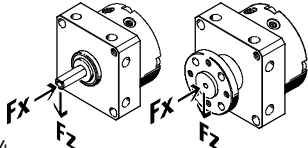

Fig. 4
- Убедитесь в том, что при креплении полезной нагрузки соблюдаются следующие условия (Fig. 4):